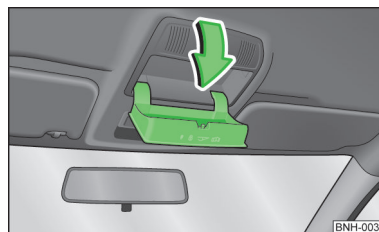

Fig. 52
- Presionar la tapa del compartimento para las gafas; éste se abrirá hacia abajo » fig. 52.